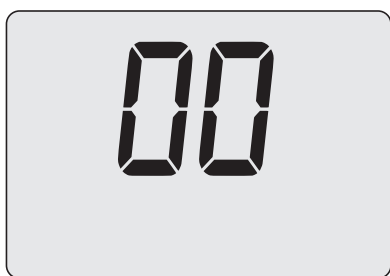

Figura 14.29
- Utilizzando i tasti 16 o 17 (Figura 14.21) è possibile modificare il valore del parametro A01 (Figura 14.29).